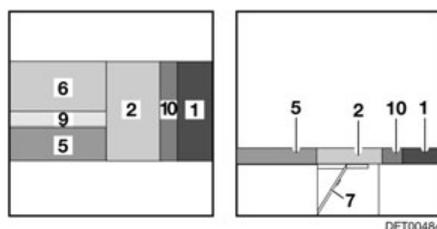
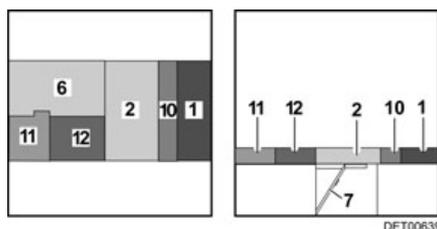

Fig. 134 Después de la transformación (variante 1)
Fig. 135 Después de la transformación (variante 2)
- Llevar el cojín del respaldo (Fig. 134,5) a la posición horizontal y tirarlo hacia el centro.
- Colocar el cojín adicional (Fig. 134,9) entre el cojín del respaldo (Fig. 134,5) y el cojín del asiento (Fig. 134,6).
- Colocar los cojines adicionales (Fig. 135,11 y 12) entre el cojín del asiento (Fig. 135,6) y la pared dorsal.
- Ambas variantes* ■ Colocar el cojín adicional (Fig. 134,10 ó Fig. 135,10) entre el cojín del respaldo (Fig. 134,1 ó Fig. 135,1) y el cojín del asiento (Fig. 134,2 ó Fig. 135,2).